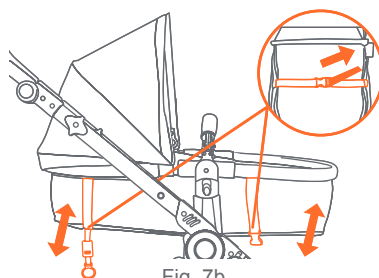

Fig. 7b
- **Positions verticale et inclinée :** Attachez les sangles du repose-pieds et de l'appui-tête à l'arrière du siège. Tirez sur les sangles qui dépassent afin de bien ajuster le siège (Fig. 7b).
- **Position landau :** Assurez-vous que les sangles du repose-pieds et de l'appui-tête sont desserrées et allongez complètement le siège (Fig. 7b).